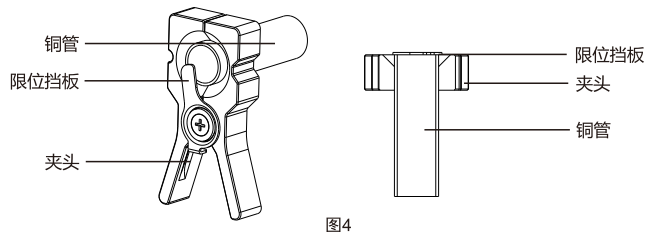

图4
1. 选择与铜管匹配的夹头，用夹头夹持铜管口部，确保口部与夹头挡板贴合；(图4)